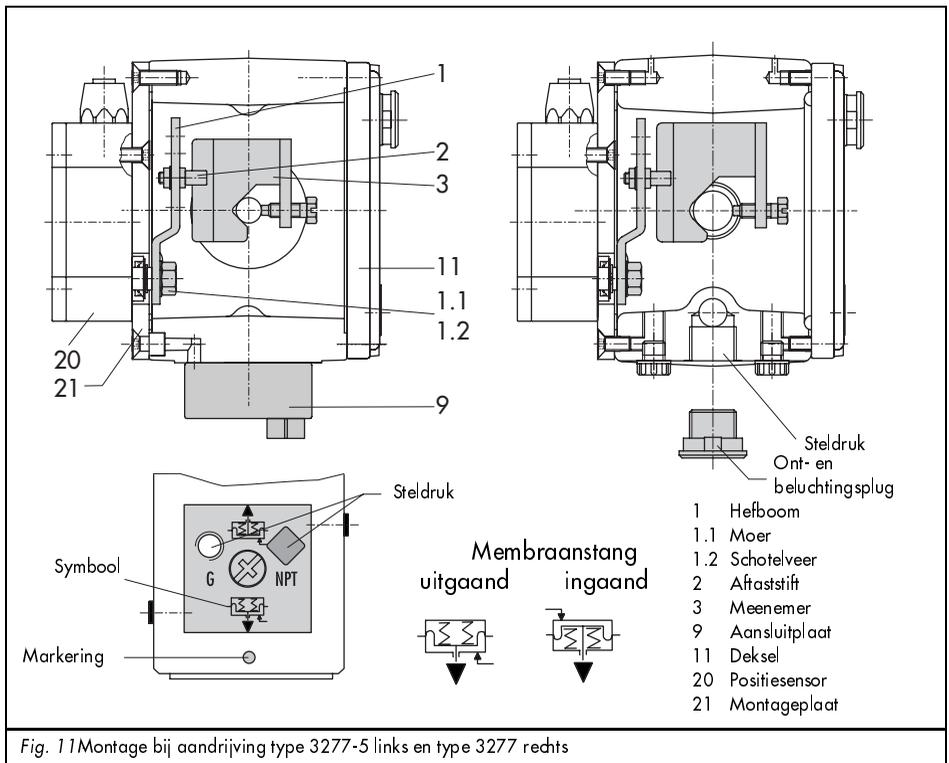

Fig. 11 Montage bij aandrijving type 3277-5 links en type 3277 rechts
De steldruk van de klepstandsteller wordt via de steldrukaansluiting van de aansluitplaat (9, fig. 11 links) naar de membraan-kamer van de aandrijving geleid.
- ▶ Aansluitplaat (9) daarbij zodanig verdraaien dat het voor de veiligheidspositie juiste symbool "membraanstang uitgaand" of "membraanstang ingaand" op de markering wordt uitgericht (fig. 11 onder).
- ▶ Let op dat de vlakke pakking van de aansluitplaat (9) correct is geplaatst.